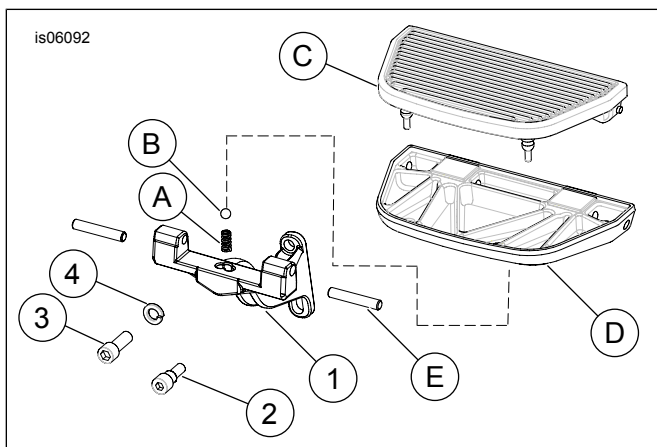

Figura 2. Peças de reposição: Kit de suporte de estribos Reduced Reach
Consulte Figura 2 e Tabela 1.
- Veja Figura 2. Insira o parafuso com rebaixo (2) pela fenda no suporte do estribo (1) e no furo do suporte traseiro do braço oscilante na altura desejada. Aperte com torque de 5–8 N·m (48–72 in-lbs).
- Instale o parafuso superior (3) e a arruela de pressão (4) através do suporte do estribo (1). Aperte o parafuso com torque de 49–56 N·m (36–42 ft-lbs).
- Instale a mola (A) no furo de retenção do suporte do estribo. Instale a esfera (B) na parte superior da mola.
- Posicione a retenção no fundo da bandeja do estribo (D) acima do suporte do estribo. Certifique-se de não remover a esfera do assento. Pressione a bandeja do estribo de modo que os furos da bandeja do estribo e do suporte do estribo se alinhem.
- Insira os pinos de articulação (E) através dos dois furos de montagem no suporte do estribo e na bandeja do estribo.